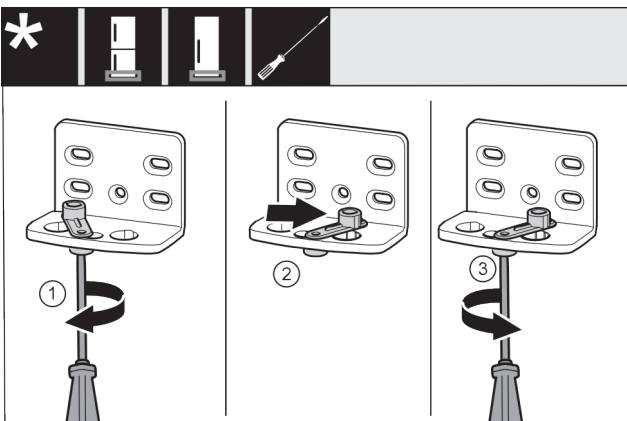

Fig. 14
- Ar skrūvgriezi nenostiprināti pieskrūvējiet skrūvi Fig. 14 (1).
- Paceliet durvju aizvēršanas palīgierīci Fig. 14 (2) un ieskrūvējiet caurumā par 90° uz labo pusi.
- Ar skrūvgriezi pieskrūvējiet skrūvi Fig. 14 (3).